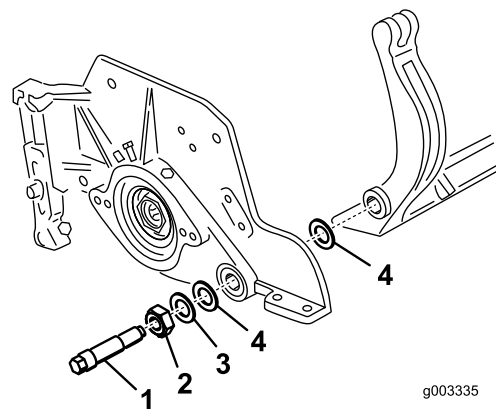
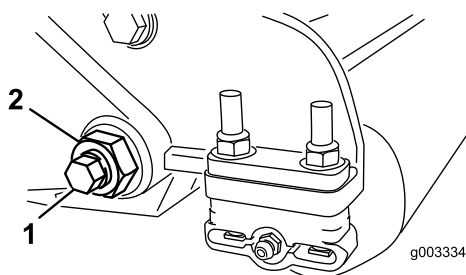

図 32
図 31
- ベッドバーボルト図 31を固定しているロックナット機体両側をゆるめる。
- 各ベッドバーボルトを抜いて、ベッドバーを下に引き抜いて外す図 31。ベッドバーの両端にナイロンワッシャとスチールワッシャが枚ずつあるので注意する図 32。
- その外側からスチール製ワッシャを取り付ける図 32。